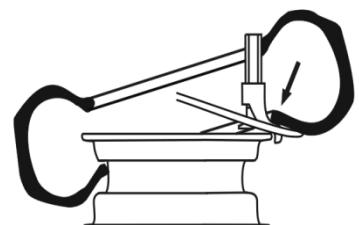

Fig. 20
- Herhaal deze handeling voor de andere zijde van de band (fig.20).